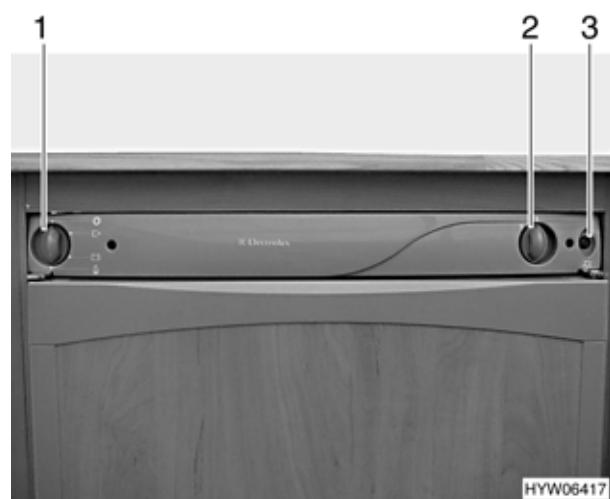

Fig. 155 Elementi di comando del frigorifero (variante 1)
- Posizionare il selettore di energia (Fig. 155,1) su gas .
- Premere il pomello girevole (Fig. 155,2) e mantenerlo premuto. L'alimentazione di gas è ora aperta. L'accensione avviene automaticamente. La luce spia (Fig. 155,3) lampeggiava e è possibile ascoltare un ticchettio fino a quando non sarà stato possibile effettuare con successo il procedimento di accensione.
- Tenere premuto il pomello girevole (Fig. 155,2) per altri 10 - 15 secondi, poi rilasciarlo. Quando la fiamma si spegne, l'apparecchio di accensione ripete automaticamente il procedimento di accensione.
- Posizionare il selettore di energia (Fig. 155,1) su "O". Il frigorifero è spento.
- Posizionare il selettore di energia (Fig. 155,1) sull'alimentazione a 230 V .
- Impostare la temperatura di refrigerazione con il pomello girevole (Fig. 155,2).
- Posizionare il selettore di energia (Fig. 155,1) sull'alimentazione a 12 V .